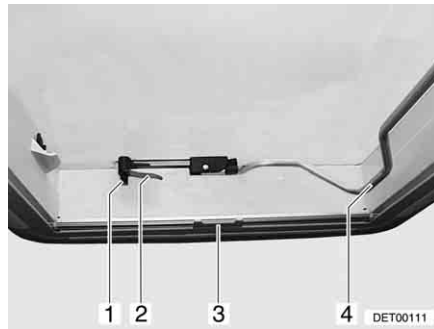
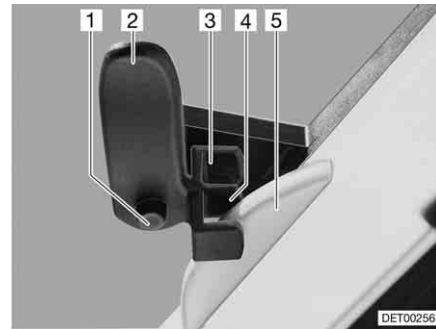

Fig. 65 Claraboya Heki, cerrada
Fig. 66 Claraboya Heki en posición de ventilación 1
- Pulsar el botón de seguridad (Fig. 65,1) y girar la palanca de bloqueo (Fig. 65,2) un cuarto de vuelta hacia dentro.
- Tirar hacia abajo de la horquilla (Fig. 65,4) para desbloquearla.
- Girar la palanca de bloqueo (Fig. 65,2 y Fig. 66,2) un cuarto de vuelta. El saliente del bloqueo del techo (Fig. 66,5) debe encajar en la horquilla de bloqueo superior (Fig. 66,3).
- Presionar el botón de seguridad (Fig. 66,1) y girar hacia atrás la palanca de bloqueo (Fig. 66,2). El saliente del bloqueo del techo (Fig. 66,5) debe encajar en la horquilla de bloqueo inferior (Fig. 66,4).